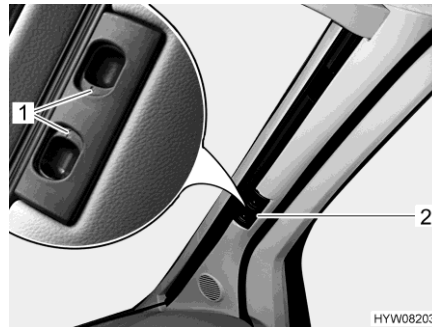

Bild 18 Faltverdunklung (Frontscheibe)
- Entriegelungsgriffe (Bild 18,1) zusammendrücken und gedrückt halten.
- Die Faltverdunklung für die Frontscheibe am Griff (Bild 18,2) zur Fenstermitte hin ziehen.
- Die beiden Hälften der Faltverdunklung für die Frontscheibe am Griff (Bild 18,2) bis zum Anschlag nach außen schieben. Griff dabei auf die Höhe der Verriegelungsaussparung anheben.
- Entriegelungsgriffe (Bild 18,1) loslassen und einrasten lassen.